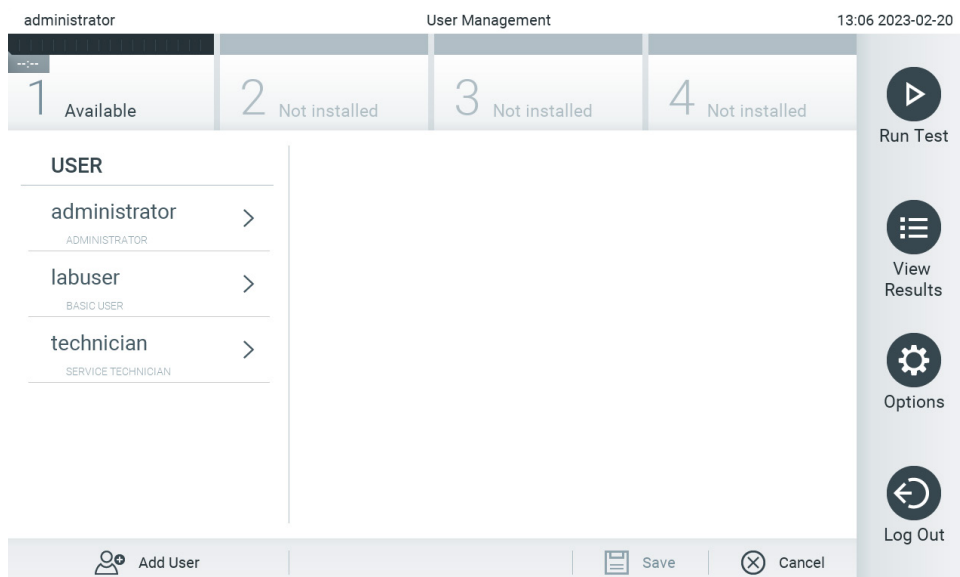

Figura 50. Ecranul User Management (Gestionarea utilizatorilor).
1. Apăsați butonul **Options** (Opțiuni), apoi butonul **User Management** (Gestionarea utilizatorilor) pentru configurarea utilizatorilor. Ecranul **User Management** (Gestionarea utilizatorilor) apare în zona de conținut a afișajului (Figura 50).